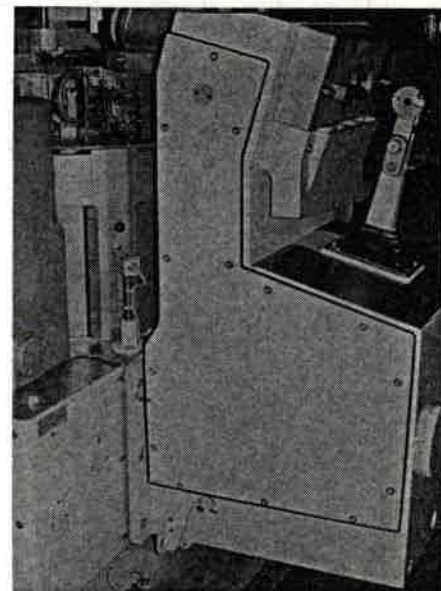

Bild 107
1. Deckel (Bild 107) auf der Vorderseite des Dosiergehäuses abbauen.